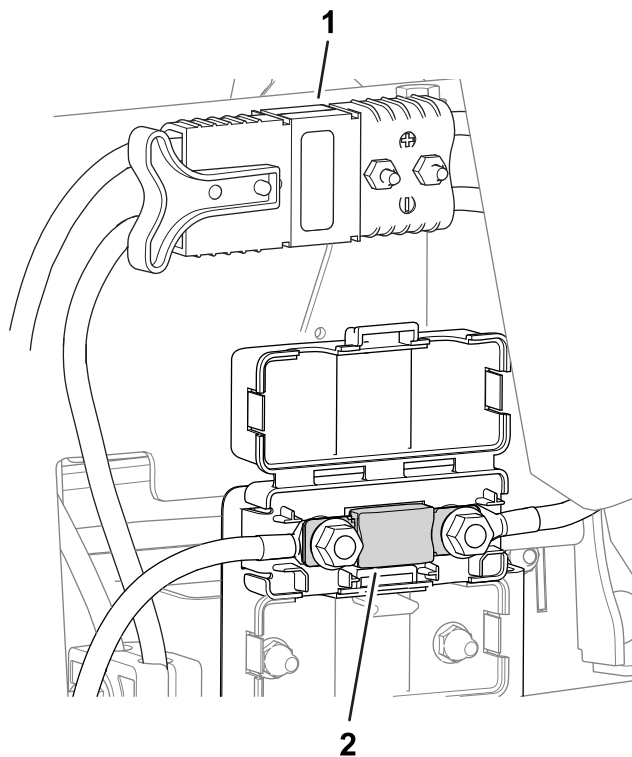

Figure 45
- Le fusible du système électrique se trouve sous les connecteurs principaux (Figure 45).